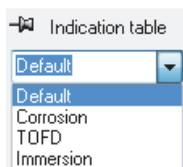

Figura 6-4 Selecionar uma categoria de leitura predefinida na tabela de indicação
- Na caixa de diálogo **Tabela de indicação**, selecione uma categoria de leitura predefinida (Figura 6-4 na página 184) para constatar as leituras que aparecem na tabela.